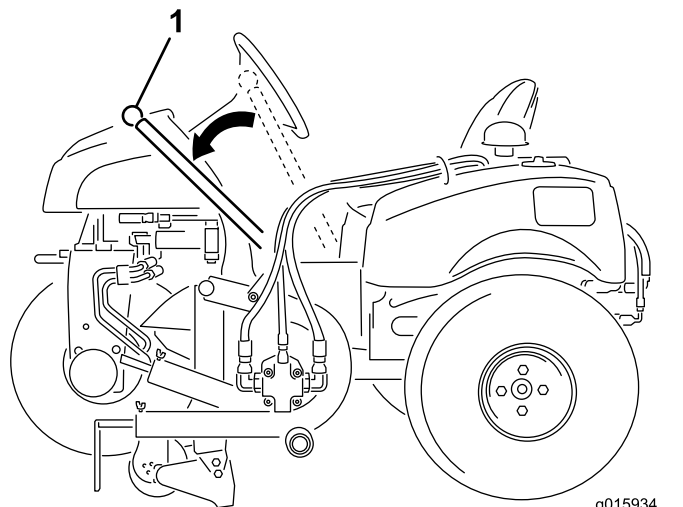

図 10
このハンドルでエッジャーの上げ下げを行います 図 10。
2. ハンドルを外側に倒してエッジャーのブレードを地表面まで下降させる 図 10。
- ハンドルを外側に倒してエッジャーのブレードを移動走行位置に上昇させる 図 10。